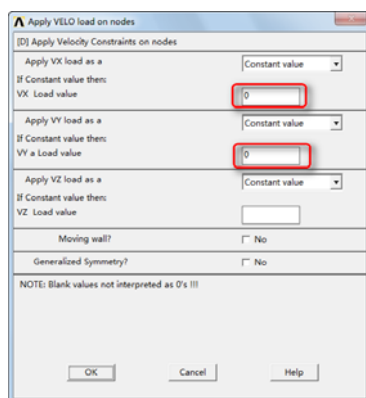

图 8-68 “Apply VELO load on Nodes”对话框
③依次选择 Main Menu→Preprocessor→Loads→Define Loads→Apply→Fluid/CFD→Velocity→On Nodes, 会弹出“Apply V on Nodes”对话框, 单击“Pick All”按钮, 会弹出“Apply VELO load on Nodes”对话框, 如图 8-68 所示, 在“VX Load value”输入框中输入 0, 在“VY a Load value”输入框中输入 0, 其余选项采用默认设置, 单击“OK”按钮关闭该对话框。